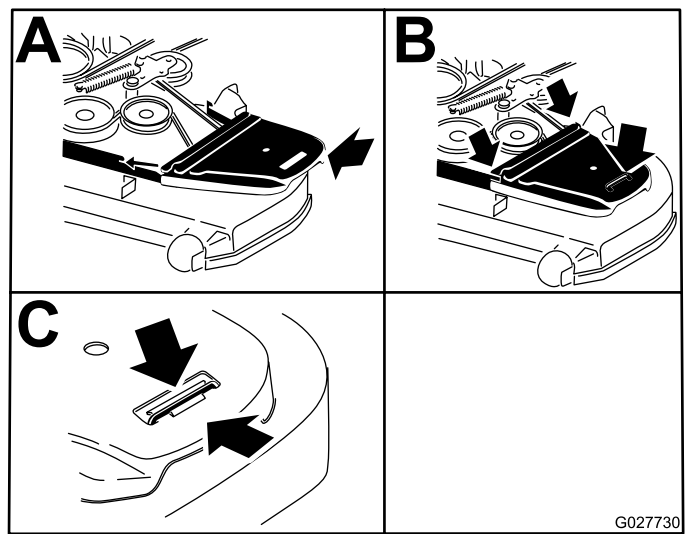

Figura 96
13. Instale las cubiertas de la correa (Figura 96).